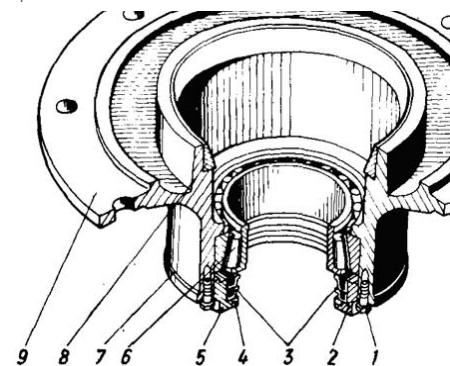

Рис. 4. Разборка картера: 1 — болт; 2 — шайба; 3 — манжета; 4 — кольцо; 5 — крышка; 6 — подшипник; 7 — прокладка; 8 — обойма наружная подшипника; 9 — картер
Разборка картера. Отверните болты 1 (рис. 4) и снимите крышку 5, уплотнительную прокладку 7, внутреннюю обойму подшипника 6.
– з допомогою борідка і молотка обережно, не застосовуючи надмірно сильних ударів, вправіть бортік стакана 3 (див. рис.4), закріпленого в пазі стінки картера 9;